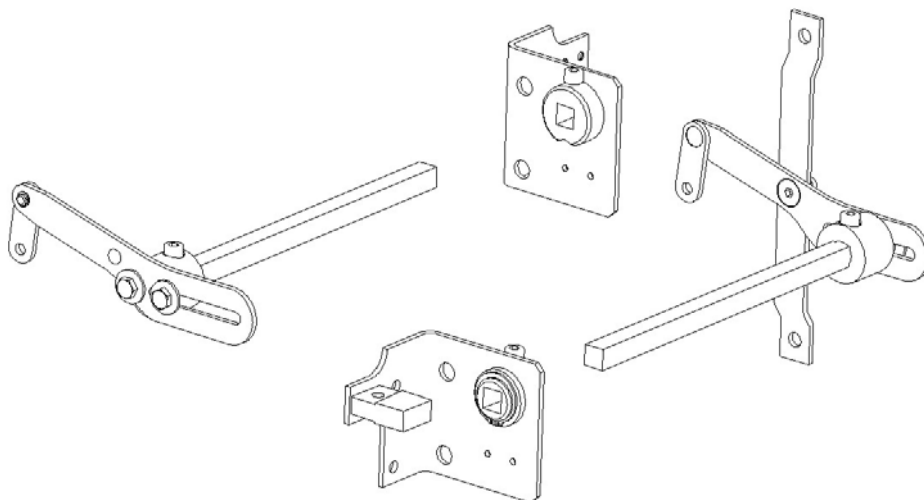

Figure.5
6. ASSEMBLAGE DES PLAQUES BASE ET DES BRAS: Avant d'assembler les plaques base aux bras, il faut différencier quelle plaque base fait partie de chacun des côtés de la barre de commande. Introduisez le bras dont l'arrimage limiteur se trouve sur la plaque du côté où est placé le limiteur de vitesse de l'ascenseur, et celui qui n'a pas d'arrimage sur la plaque du côté opposé. Serrez la vis de la bague d'appui sur l'axe, de façon à ce que les deux soient reliés – Fig. 5 –.